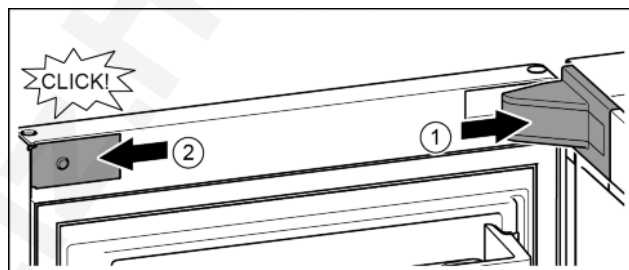

Fig. 21
- ▶ Helyezze fel és pattintsa be a csapágycsapat fedelét, szükség esetén óvatosan nyomja szét. Fig. 21 (1)
- ▶ Helyezze fel oldalra a lemezt, és pattintsa be. Fig. 21 (2)